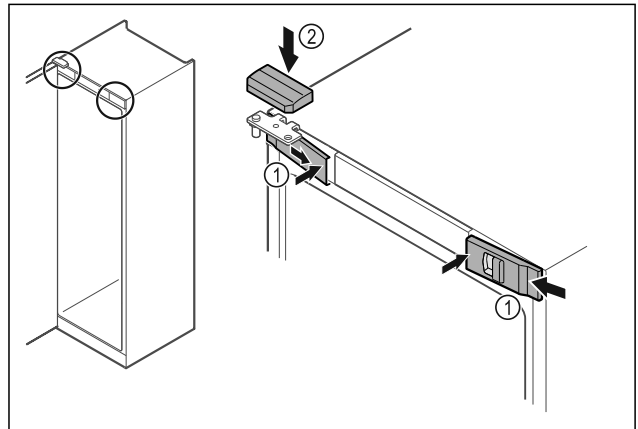

Fig. 53
- Kiinnitä etusuojukset Fig. 53 (1) sivulta ja lukitse sisäpuolelta paikalleen.
- Paina ylempi suojus Fig. 53 (2) yläkautta paikalleen.